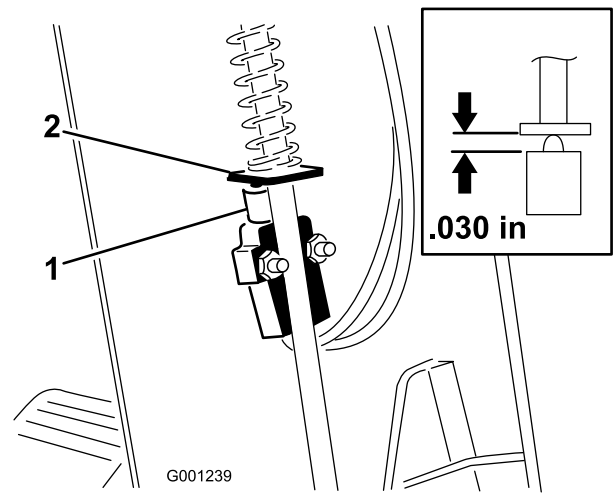

Figure 62
3. Faites coulisser le couvercle en haut de l'arbre de direction pour exposer le contacteur du FREIN DE STATIONNEMENT (Figure 62).
5. Alignez le palette de la tige du frein de stationnement sur le plongeur du contacteur (Figure 62)
6. Appuyez sur la tige du frein de stationnement et poussez le contacteur vers le haut jusqu'à ce que le plongeur soit comprimé à 0,76 mm (Figure 62, encadré).